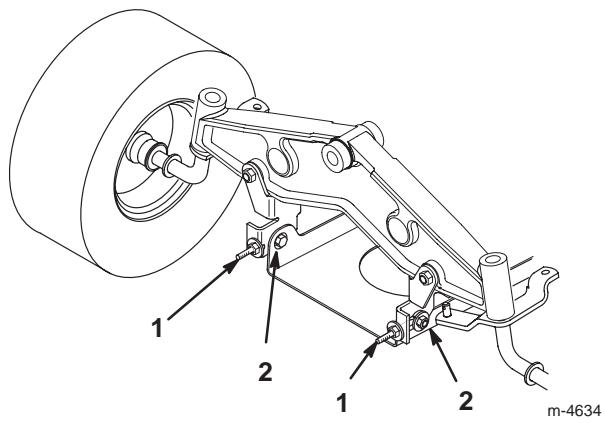

Bild 15
10. Lockern Sie zum Einstellen der Schnittmesserneigung in Längsrichtung die Befestigungsschrauben der vorderen Schwenkplatten ein wenig (Bild 15).
11. Drehen Sie die Sicherungsmuttern an den Augbolzen, um die Einstellung zu ändern (Bild 15). Ziehen Sie zum Anheben der Mähwerkvordeiseite die Sicherungsmuttern der Augbolzen fest. Lockern Sie sie zum Absenken.
13. Ziehen Sie, wenn die Schnittmesserneigung in Längsrichtung korrekt ist, die Befestigungsschrauben der Schwenkplatte fest (Bild 15).